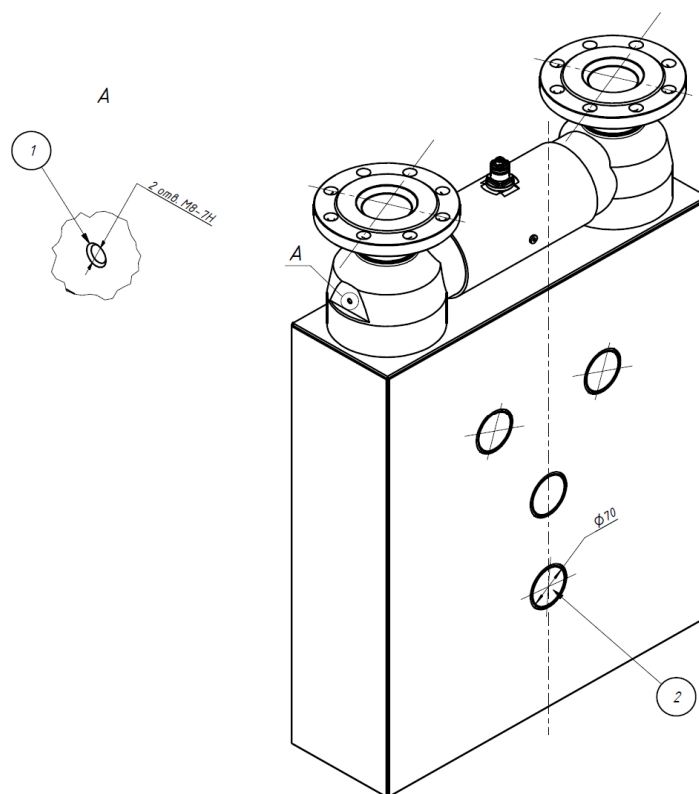

Рисунок 2.3 К описанию способов перемещения ППВ с диаметром условного прохода Ду80
1. При помощи рым-болтов с поворотной петлей, с резьбой М8, из стали 8.8 класса прочности по ГОСТ 1759.4-87 (ISO 898.1-78), установленных на торцах прибора, в местах, предназначенных для монтажа заземления (Рисунок 2.3 обозначение 1);
2. При помощи стропы на текстильной основе, согласно РД 24-СЗК-01-01, соответствующей грузоподъемности, продетой через отверстие диаметром 70 мм (Рисунок 2.3 обозначение 2) в кожухе прибора.